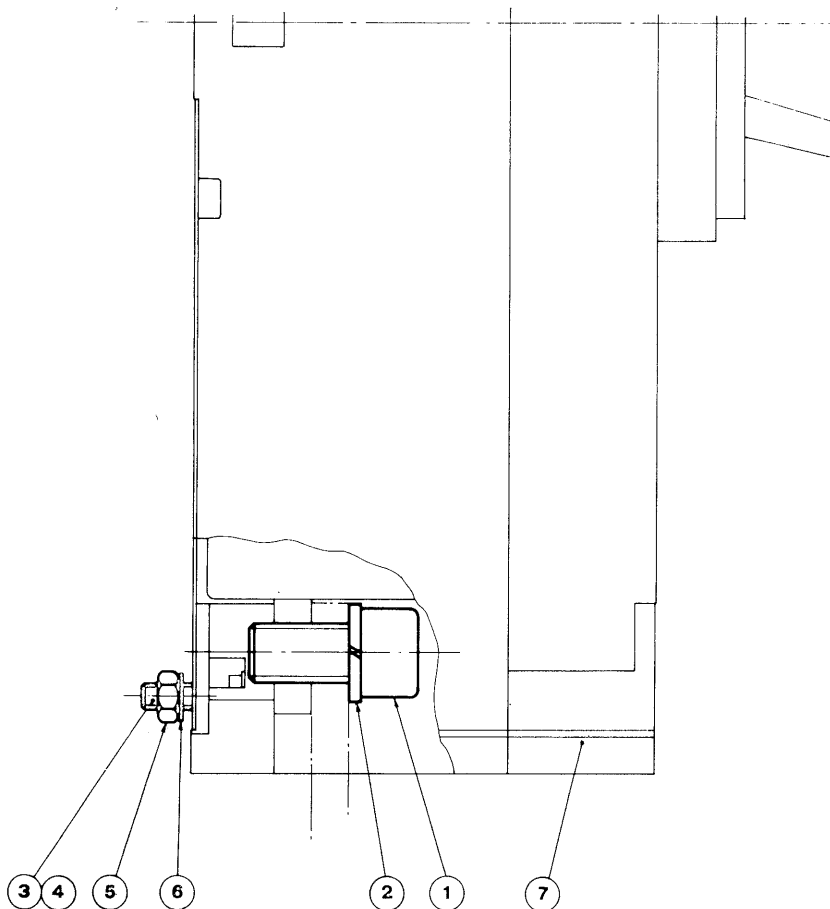

Fig. 7
**7. TRASFORMAZIONI NELLE DIVERSE ESECUZIONI****7.1. Trasformazione dell'interruttore base in interruttore fisso con attacchi anteriori (fig. 7)**
- b) togliere le scatole filtro (7) (§ 5.2./c)
- c) avvitare le viti (1) con le rosette (2) negli attacchi superiori e inferiori
- d) infilare nei loro fori le 4 viti (3) con le rosette piane (4) e posteriormente avvitare i dadi (5) con le rosette elastiche (6)
- e) rimontare le scatole filtro (7).
**7. CONVERSION INTO DIFFERENT CONSTRUCTION TYPES****7.1. Conversion of a basic breaker into a front terminal fixed breaker (fig. 7)**
- b) remove the exhaust chambers (7) (§ 5.2./c)
- c) screw down screws (1) and washers (2) on the upper and lower terminals
- d) introduce the four bolts (3) with flat washers (4) into proper holes and screw down nuts (5) with split washers (6) from the rear
- e) refit the exhaust chambers (7).